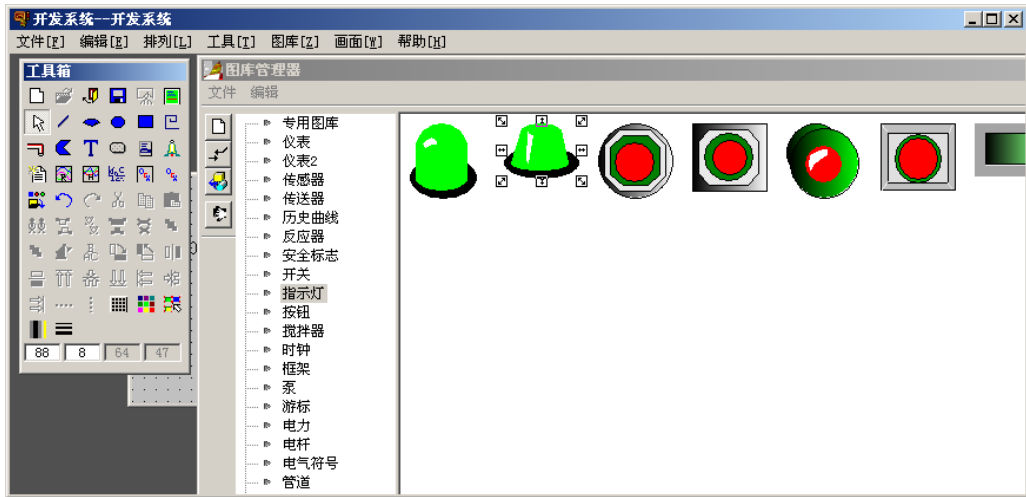

图 2-10 图库管理器
(3) 添加一个指示灯对象。在开发系统中执行菜单命令“图库→打开图库”，进入图库管理器，选择指示灯库中的一个图形对象，如图 2-10 所示。